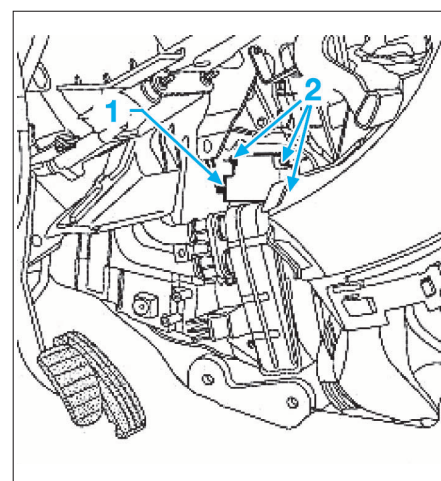

FIG. 21
- Débrancher le connecteur (1) du moteur de mixage (Fig.21).
- les vis (2) de fixation du moteur de mixage,